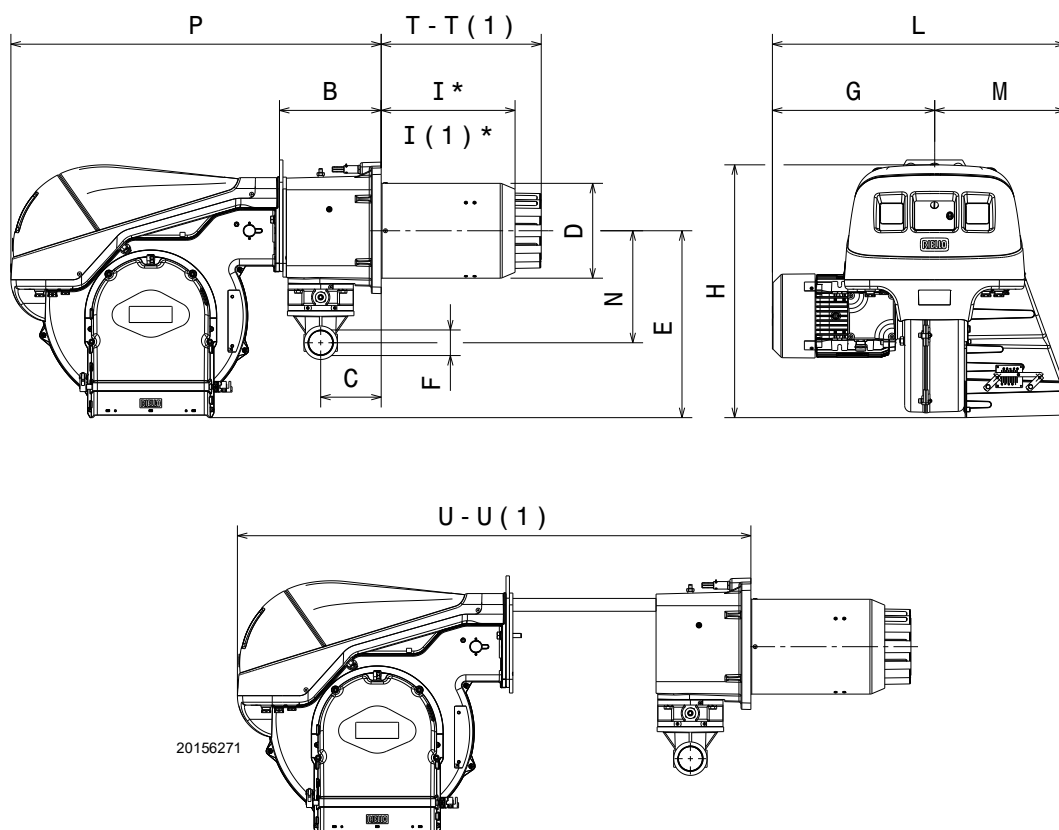

Fig. 1
L'ingombro del bruciatore è riportato in Fig. 1.
* Lo spessore massimo della porta della caldaia è riferito alla quota "I" (Fig. 1 a pag. 9).